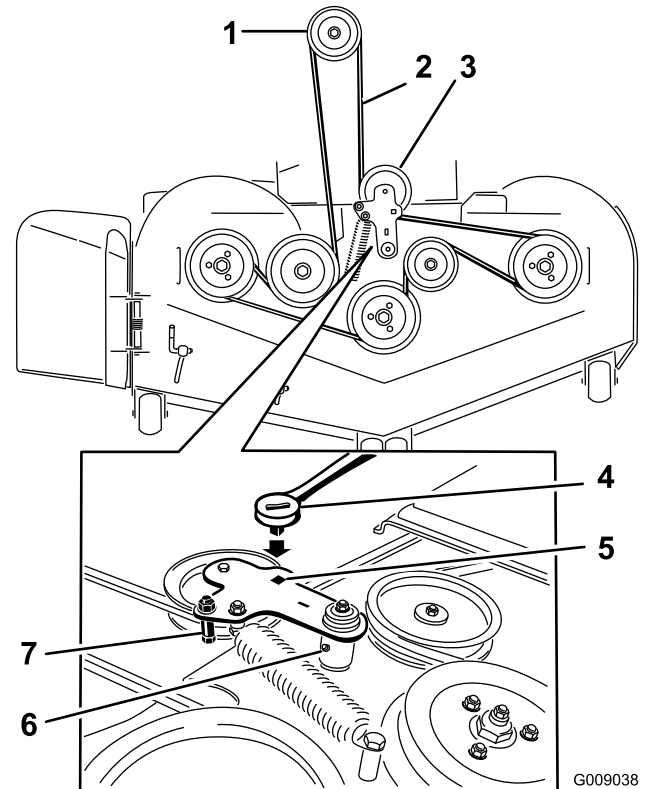

Figura 74
5. Utilice una llave de carraca en el taladro cuadrado del brazo tensor para aliviar la tensión del muelle tensor (Figura 74).
7. Retire la guía de la correa del brazo tensor tensado con muelle según lo ilustrado en Figura 74.
9. Pase la correa nueva alrededor de las poleas del cortacésped y de la polea del embrague, debajo del motor (Figura 74).
10. Instale la guía de la correa en el brazo tensor según se muestra en Figura 74.
11. Utilizando la llave de carraca en el taladro cuadrado, instale el muelle tensor (Figura 74).